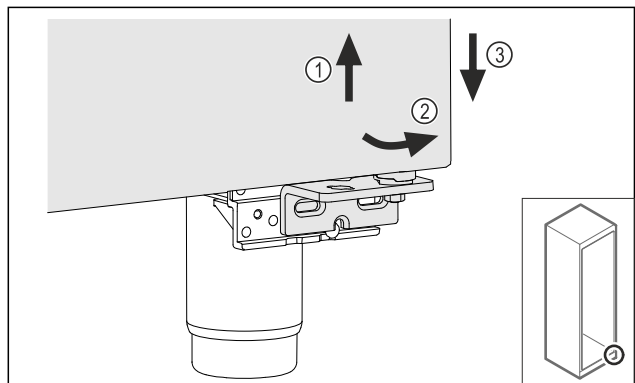

Fig. 27
- ▶ Kissé emelje meg az ajtót Fig. 27 (1), billentse előre az alját Fig. 27 (2), és eressze le Fig. 27 (3).